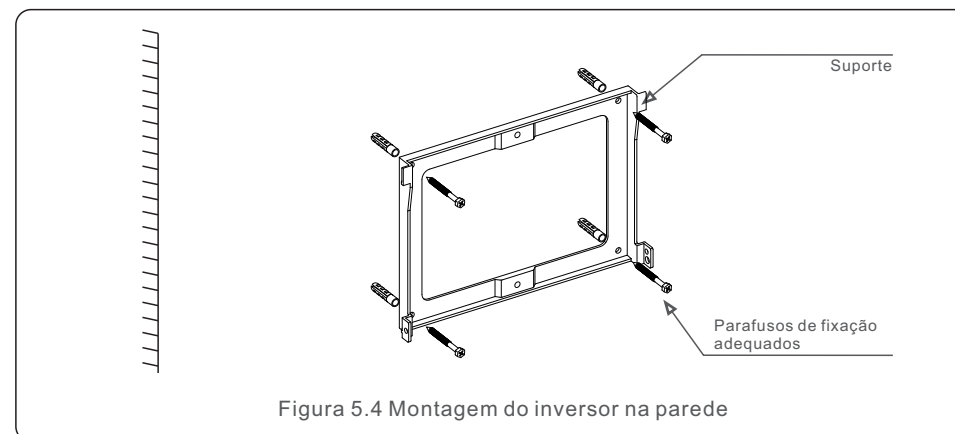
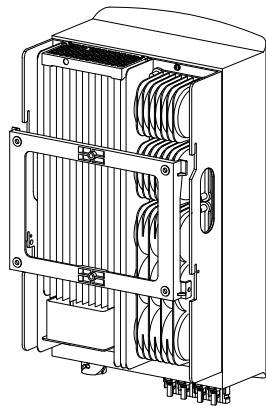

Figura 5.4 Montagem do inversor na parede
Figura 5.5 Instale o inversor
Consulte a figura 5.4 e a figura 5.5. O inversor deve ser montado verticalmente. As etapas para montar o inversor estão listadas abaixo.
1. Consulte a Figura 5.4, os orifícios para o parafuso de expansão com base no diâmetro do orifício do suporte (parafusos ST6.3x60 auto-roscentes de cabeça sextavada, tubular expansível fixo HJ0108 10x50 mm), usando a perfuração de impacto com a broca de 10 mm ficando necessariamente vertical na parede. E o furo deve ser vertical na parede. E a profundidade de todos os furos é de 60 mm.
2. Certifique-se de que o suporte esteja horizontal. E se os orifícios de montagem (na Figura 5.4) estão marcados corretamente. Faça os furos na parede em suas marcas.